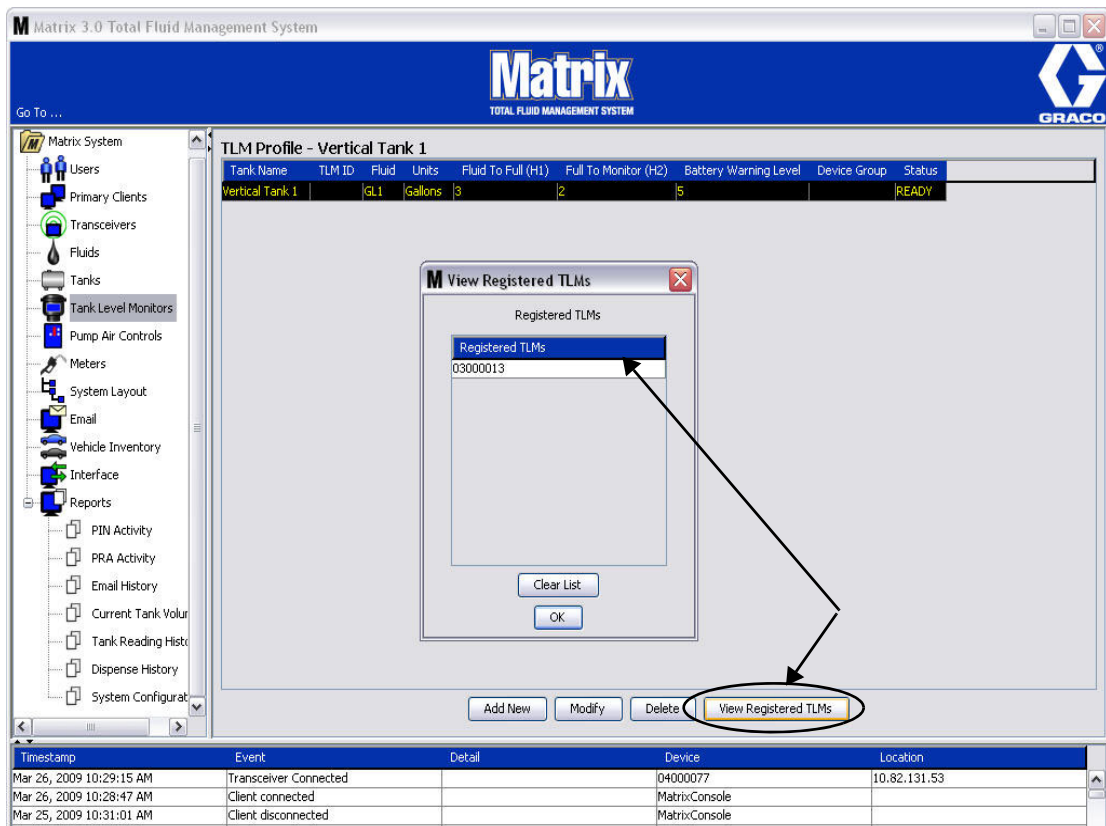

FIG. 110
- Le bouton Effacer la Liste (Clear List) supprime tous les TLM enregistrés du système (FIG. 110). Ces TLM doivent être enregistrés de nouveau avec l'ordinateur de Matrix. Consultez le manuel d'instructions de TLM pour des instructions complètes d'enregistrement de TLM.